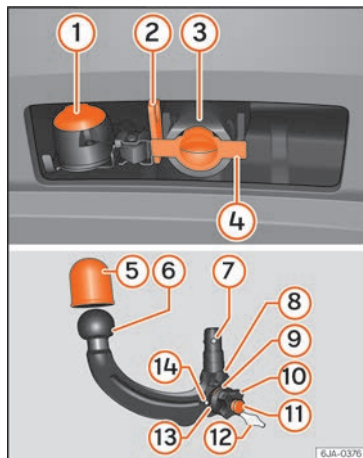

Fig. 233 Soporte del dispositivo de enganche para remolque/barra de cabeza esférica.
Leyenda de la » fig. 233
- Retire el tapón del orificio del casquillo de sujeción (4) » fig. 233 tirando hacia abajo.
- Coloque el tapón del orificio del casquillo de sujeción ④ » fig. 233.